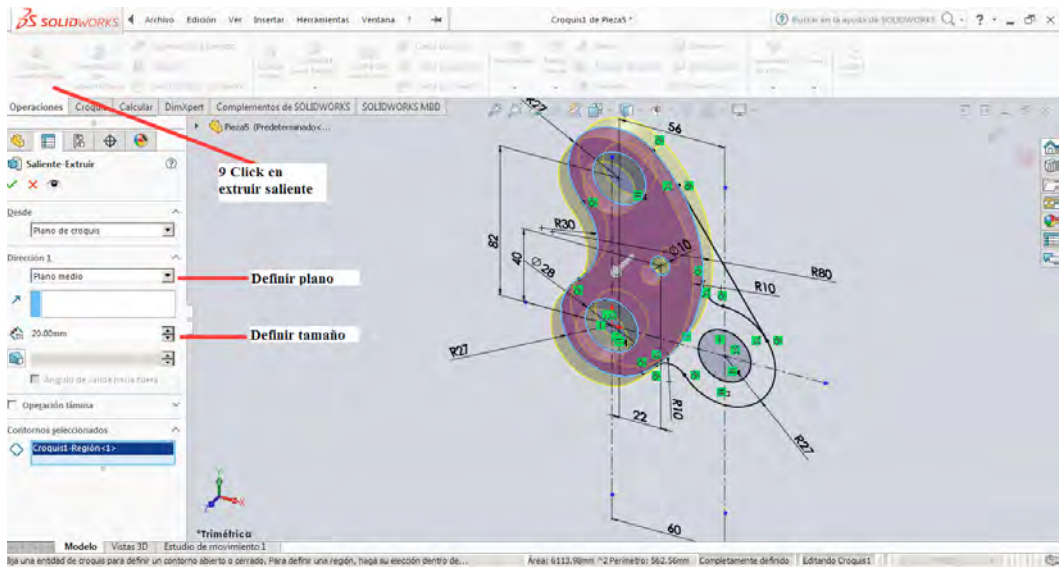

Figura 2-21
9. Para la obtención de la figura 3D se realiza Click sobre la pestaña de operaciones y se van a realizar diferentes Extrusiones Saliente Base esto relacionada con la medida de la misma, en la figura 2-21 se puede observar el detalle de las mismas.
3. Posteriormente se realiza Click sobre la herramienta **Polígono** y se suscribe teniendo como punto el origen del plano al igual que en el paso 2, se determinan el numero de lados y el tamaño del mismo haciendo uso de la herramienta **Cota Inteligente**. En la figura 2-21 se muestran los pasos para la realización del mismo.